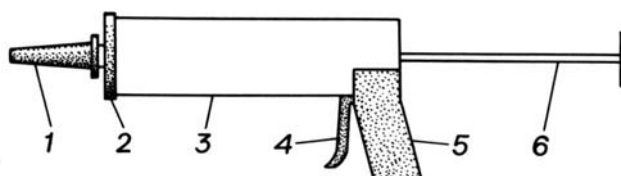
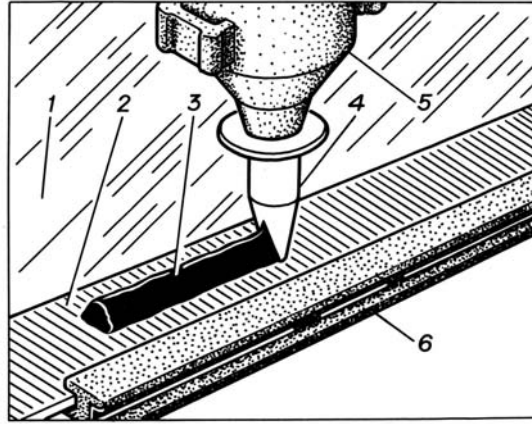

Рис. 9.9. Приспособление для выдавливания клея из картуша: 1 – насадка; 2 – крышка; 3 – корпус; 4 – рычаг; 5 – рукоятка; 6 – шток
Рис. 9.10. Нанесение клея: 1 – стекло; 2 – праймер; 3 – клей; 4 – насадка; 5 – приспособление для выдавливания клея; 6 - уплотнитель
– установить картуш с клеем в приспособление (рис. 9.9) и нанести на поверхность стекла клей в виде жгута высотой не менее 10 мм (рис. 9.10), отступив от края стекла, уплотнителя и упоров на 6-7 мм;